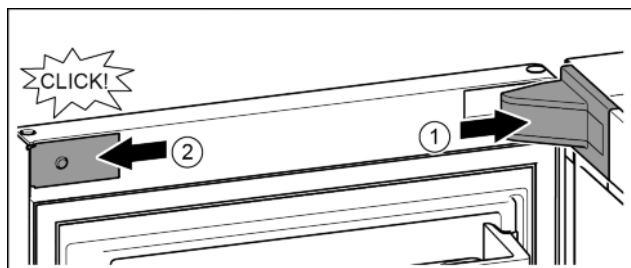

Fig. 19
- ▶ Poser et enclencher le cache du support de palier, l'introduire en appuyant délicatement. Fig. 19 (1)
- ▶ Mettre en place le cache latéralement et l'enclencher. Fig. 19 (2)